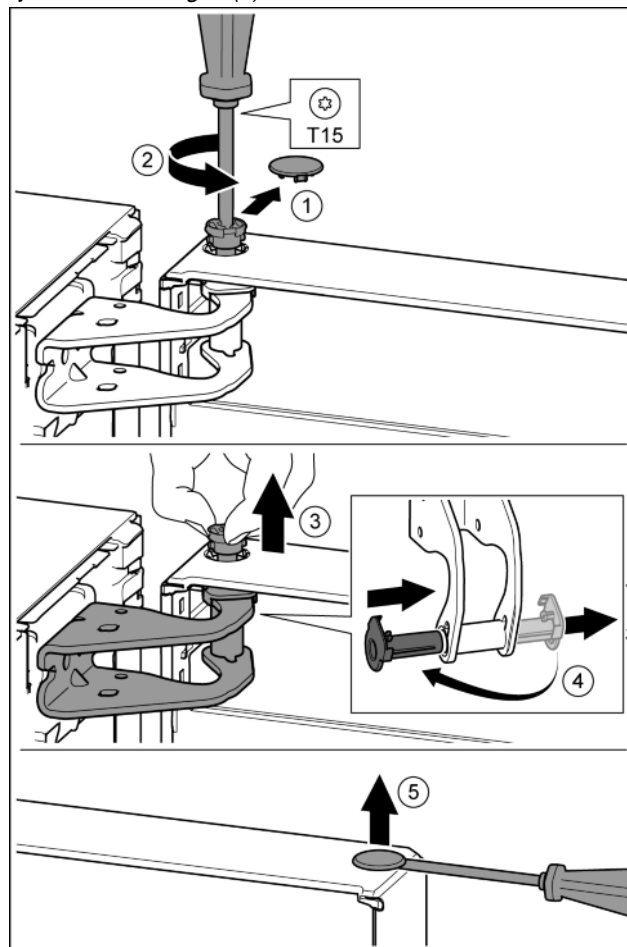

Fig. 10
- ▶ Veiligheidsafdekking voorzichtig eraf trekken. *Fig. 10 (1)*
- ▶ Bout met schroevendraaier T15 een stukje eruit draaien. *Fig. 10 (2)*
- ▶ De deur vasthouden en de bout met de vingers eruit trekken. *Fig. 10 (3)*
- ▶ Lagerbussen uit de geleiding trekken. Op de andere kant aanbrengen en vastklikken. *Fig. 10 (4)*
- ▶ Stop voorzichtig met een sleufschroevendraaier uit de lagerbus van de deur optillen en eruit trekken. *Fig. 10 (5)*